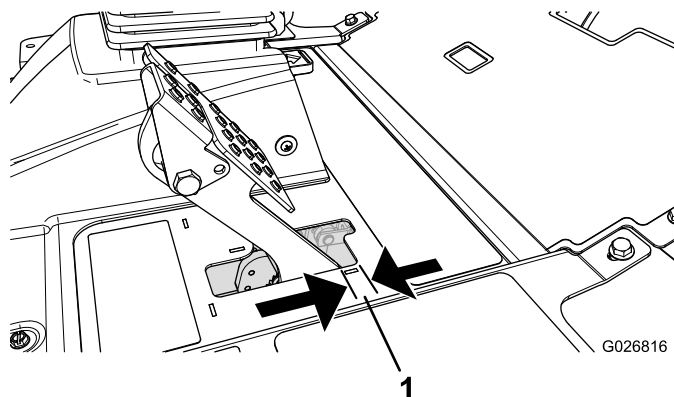

Bild 86
Stellen Sie die Bremsen ein, wenn das Bremspedal mehr als 2,5 cm Spiel hat, oder wenn die Bremsen nicht mehr gut genug greifen (Bild 86). Als Spiel gilt der Abstand, den das Bremspedal zurücklegt, bevor ein Bremswiderstand spürbar ist.
2. Ziehen Sie die hintere Mutter an, um den Zug nach hinten zu bewegen, bis das Bremspedal ein Spiel zwischen 0,63 mm bis 1,27 cm aufweist, bevor die Radsperre auftritt (Bild 86).